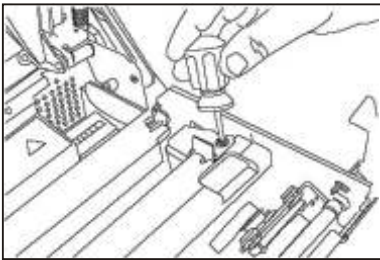

ABBILDUNG 7
- Benutzen Sie einen Kreuzschlitzschraubendreher um die Halteschraube des Anschlagwinkels zu lösen (Abbildung 7).